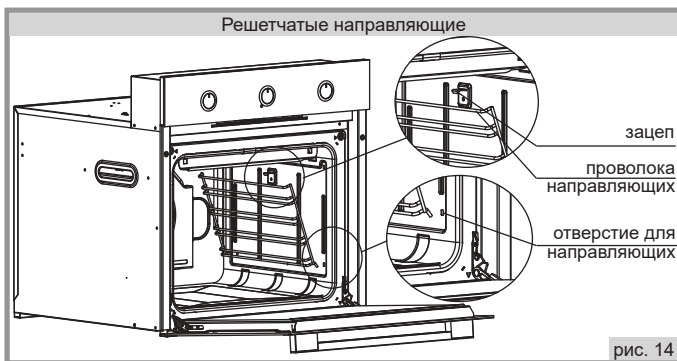

рис. 14
17.5.1. Для снятия решетчатых направляющих нужно (рис. 14):